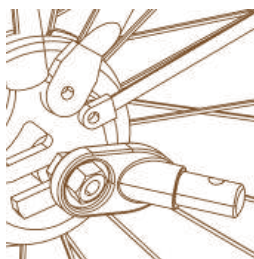

Afbeelding 11
1. Snelspanner As: Verwijder de snelspanner van de linkerzijde van de achteras van de fiets. Installeer de trekhaak tussen de snelspanner en het frame. Draai de snelsluiting vast volgens de handleiding van de fietsfabrikant. De trekhaak kan op de fiets blijven zitten wanneer de fietskar wordt verwijderd (Afbeelding 11).